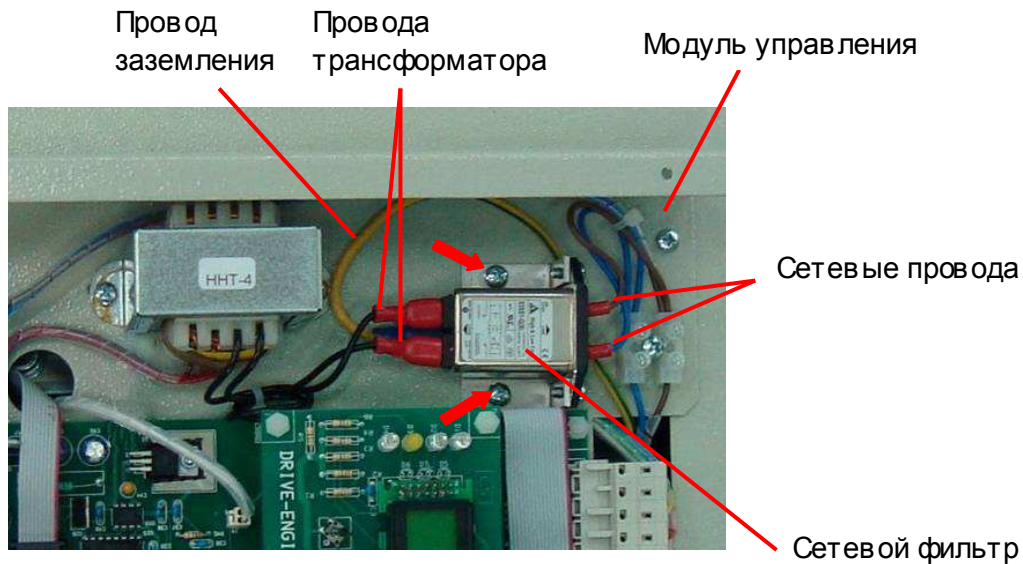

Рис. 6.18
6.11.1. Отключить от сетевого фильтра провода трансформатора, заземления и сетевые провода (рис. 6.18).
6.11.2. Выкрутить два винта (рис. 6.18, красные стрелки), демонтировать сетевой фильтр и положить его в тару.